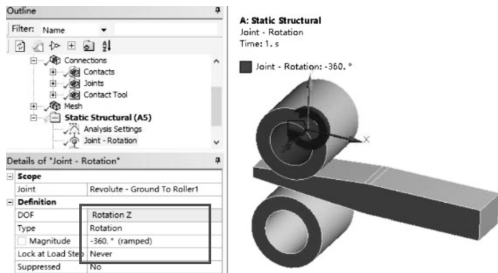

图 2-57 轧辊 1 关节载荷设置
(3) 导航树上右键单击【Static Structural (A5)】→【Insert】→【Joint Load】→【Details of “Joint Load”】→【Scope】→【Joint】= Revolute-Ground To Roller1, 【Insert】→【Definition】→【Type】= Rotation, 【Magnitude】= -360° , 其他默认, 如图 2-57 所示。